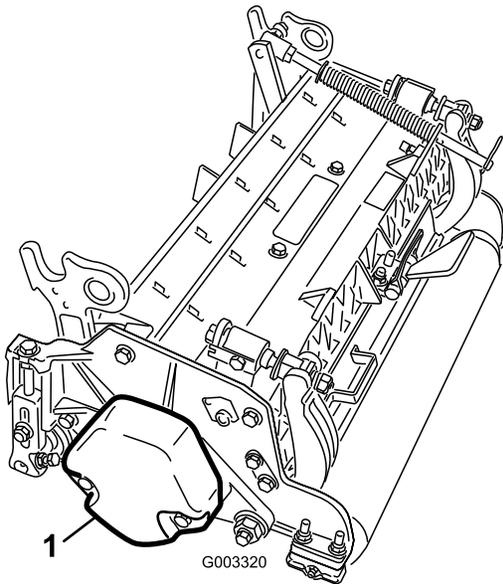

Figura 15
1. En las unidades de corte 2, 4 y 6, retire los 2 tornillos de caperuza que fijan el contrapeso al extremo izquierdo de la unidad de corte. Retire el contrapeso (Figura 15).